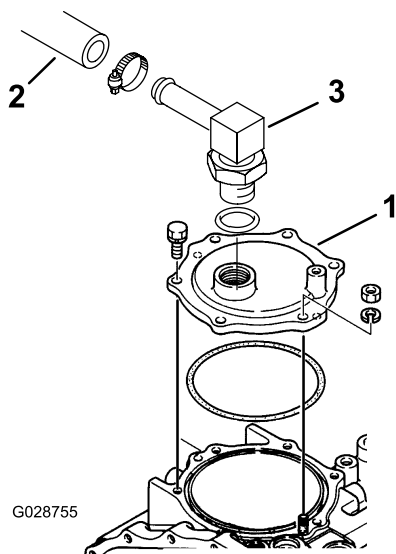

Figura 16
- Desconecte la manguera hidráulica del acoplamiento de la placa de cubierta del transeje (Figura 16).